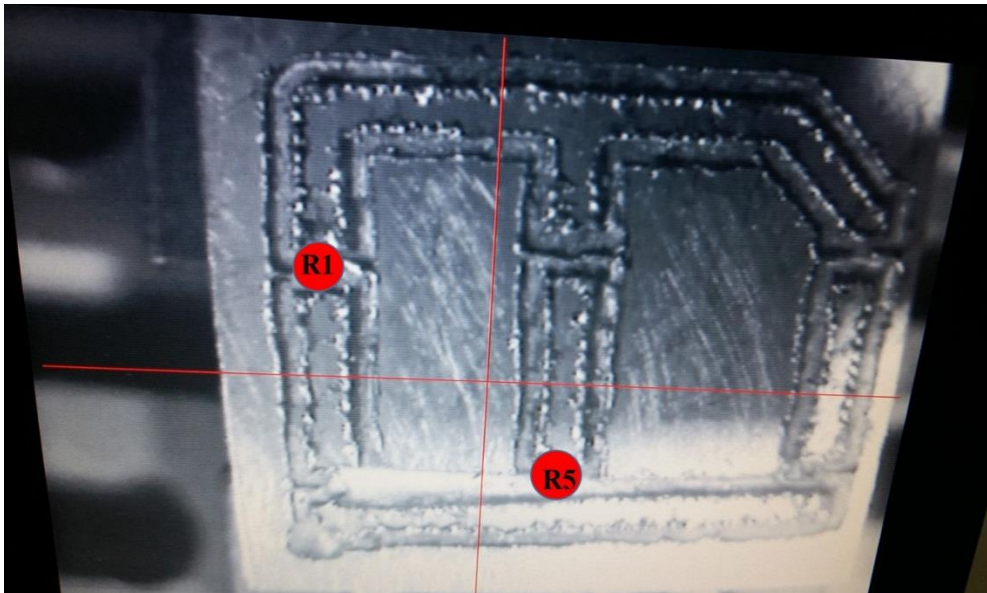

Figura 43. Ubicación del primer componente en la pantalla de visión en tiempo real.
15. Desplace la máquina hasta que visualice en la pantalla de visión en tiempo real el lugar donde va ubicado el componente. En la figura 43 se muestra la pantalla de visión en tiempo real con las ubicaciones donde se debe poner la máquina.